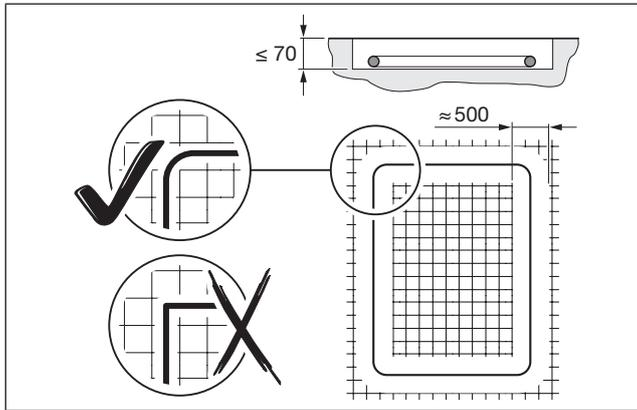

Abb. 1
- Achten Sie beim Verlegen der Induktionsschleife darauf, dass die Ecken abgerundet werden (**Abb. 1**).